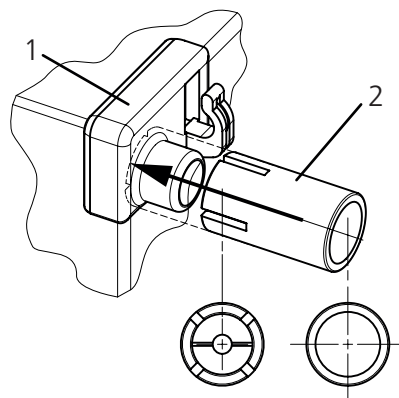

Fig. 1. Skyv stoppeklossen (2) på delen (1) og frem til enden.
8. For å gi rom for nødvendig luftsirkulasjon, bør du la det være nok rom på hver side, på toppen og bak kjøleskap-fryseren. Sett stoppeklossene i de øvre hjørnene på enhetens bakplate som vist i fig. 1. Stoppeklosser (2) finner du i skuffen inne i kjøleseksjonen.